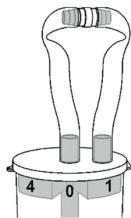

Abb. 4
9. Collegare saldamente entrambe le estremità del tubo con il connettore del tubo. La trappola per polipi di aspirazione è quindi sigillata (**Fig. 4**).